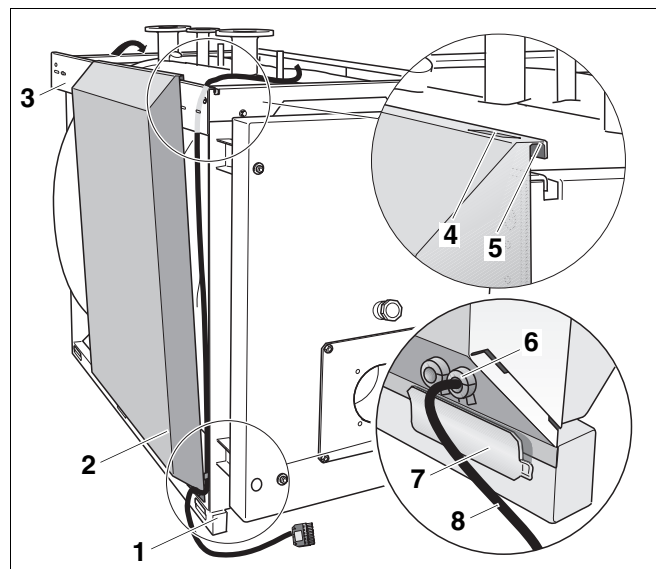
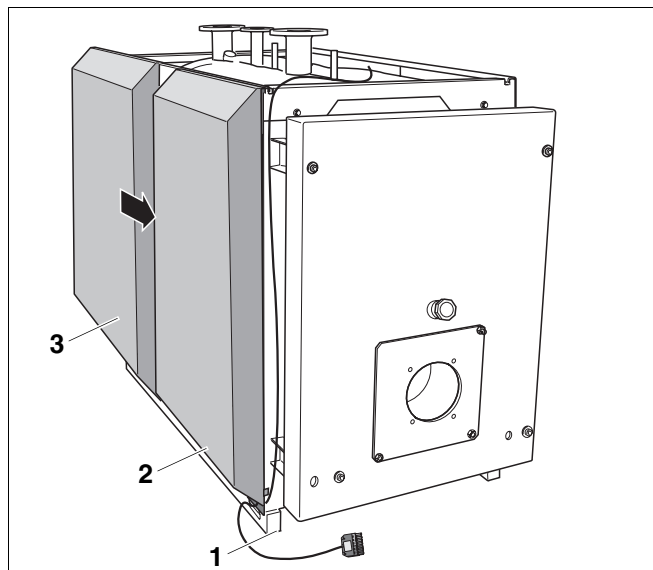

Рис. 23 Установка передней левой боковой стенки
Рис. 25 Установка задней левой боковой стенки
- Провести кабель горелки с фиксатором провода (рис. 23, **поз. 8**) со стороны шарнира под боковой траверсой (рис. 23, **поз. 3**) до рамы корпуса котла (рис. 23, **поз. 1**).
- Приставить переднюю левую боковую стенку (рис. 23, **поз. 2**) (если дверь навешивается справа – правую боковую стенку) к корпусу котла.
- Кабель горелки с фиксатором провода (рис. 23, **поз. 8**) провести через кабельный проход (рис. 23, **поз. 6**) передней левой боковой стенки (рис. 23, **поз. 2**). Соединительный штекер горелки (большой) остается снаружи.
- Вырез передней левой боковой стенки (рис. 23, **поз. 4**) должен быть обращен к передней стенке котла.
- Переднюю левую боковую стенку (рис. 23, **поз. 2**) установить сзади язычков на раме котла (рис. 23, **поз. 7**).
- Подвесить переднюю левую боковую стенку (рис. 23, **поз. 2**) с отбортовкой (рис. 23, **поз. 5**) на боковую траверсу (рис. 23, **поз. 3**).
- Сдвинуть переднюю левую боковую стенку (рис. 23, **поз. 2**) назад таким образом, чтобы она прилегала к боковой траверсе (рис. 23, **поз. 3**).
Для упрощения монтажа задней левой боковой стенки (рис. 25, **поз. 3**) ее можно подвесить не вплотную к передней левой боковой стенке (рис. 25, **поз. 2**).
- Установите заднюю левую боковую стенку так, чтобы она несколько выступала за заднюю стенку котла (рис. 25).
- Вырез задней левой боковой стенки должен быть обращен к задней стенке котла (рис. 23, стр. 31).
- Установить заднюю левую боковую стенку (рис. 25, **поз. 3**) за язычки на раме котла (рис. 23, стр. 31).
- Подвесить заднюю левую боковую стенку (рис. 25, **поз. 3**) с отбортовкой (рис. 23, стр. 31) на боковую траверсу (рис. 23, стр. 31) и продвинуть ее вперед к передней левой боковой стенке (рис. 25, **поз. 2**).